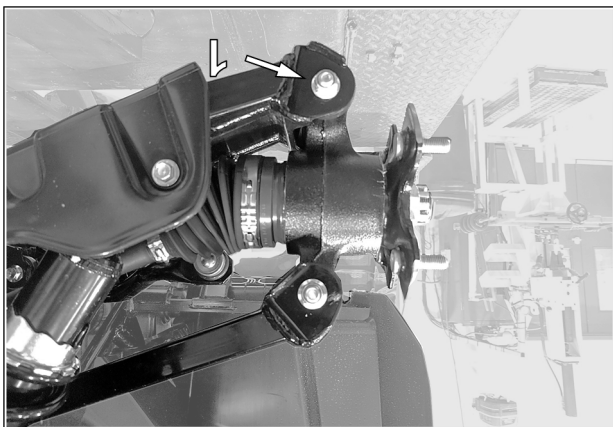

Fig. 6
5. Retirer le boulon de suspension au moyen de roue. Voir la Fig. 6